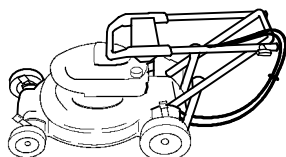

Figure 32
2. Pivoter soigneusement le mancheron supérieur vers l'avant jusqu'à ce qu'il repose sur le moteur (Fig. 32).